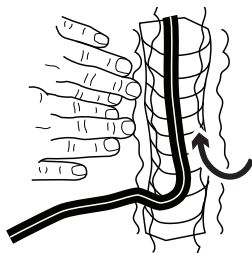

Figure 12
1. Après avoir vérifié le bon fonctionnement du système, enfouir tous les câbles et les connecteurs du système, puis recharger, idéalement avec une pelle ou une déplaqueuse de gazon (figure 12).